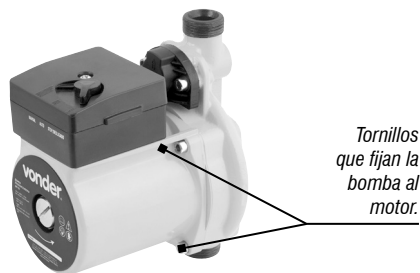

Fig. 9 – Quitar los tornillos que fijan la bomba
- b. Tras cerrar las válvulas de entrada y salida de la bomba, retire los tornillos que fijan la bomba al motor (fig. 9).